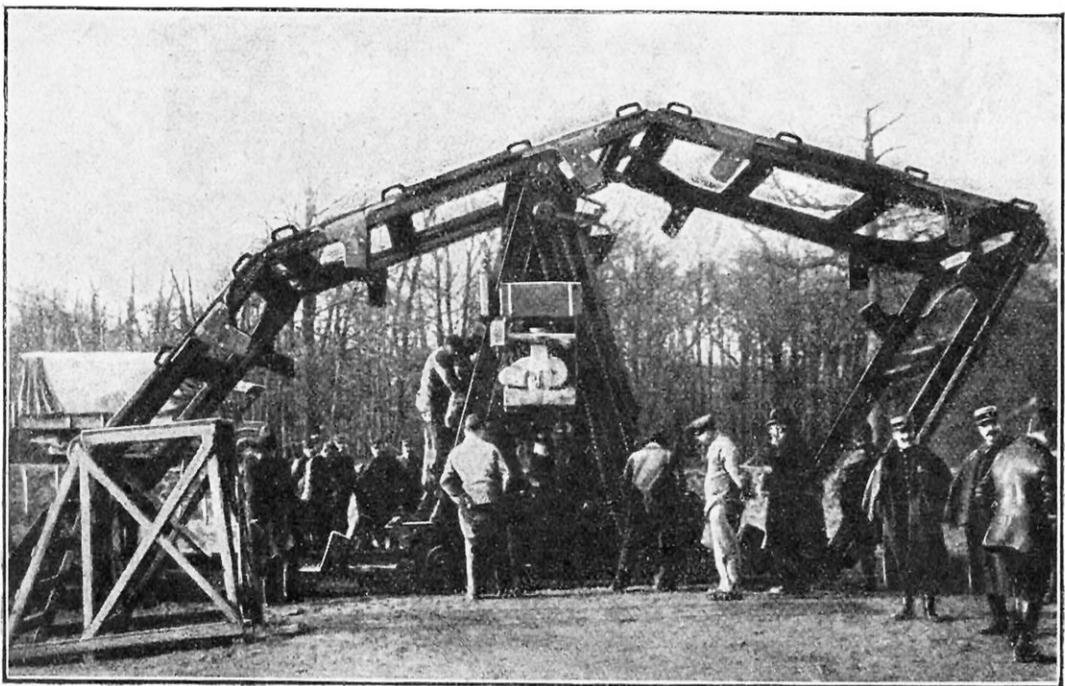

FIG. 3. — L'APPAREIL RÉALISÉ PAR M. BOIRAUT EN FÉVRIER 1915
M. Boirault préconisa, en décembre 1914, puis présenta, en février 1915, un appareil aussi bizarre qu'ingénieux (fig. 3). Il com-